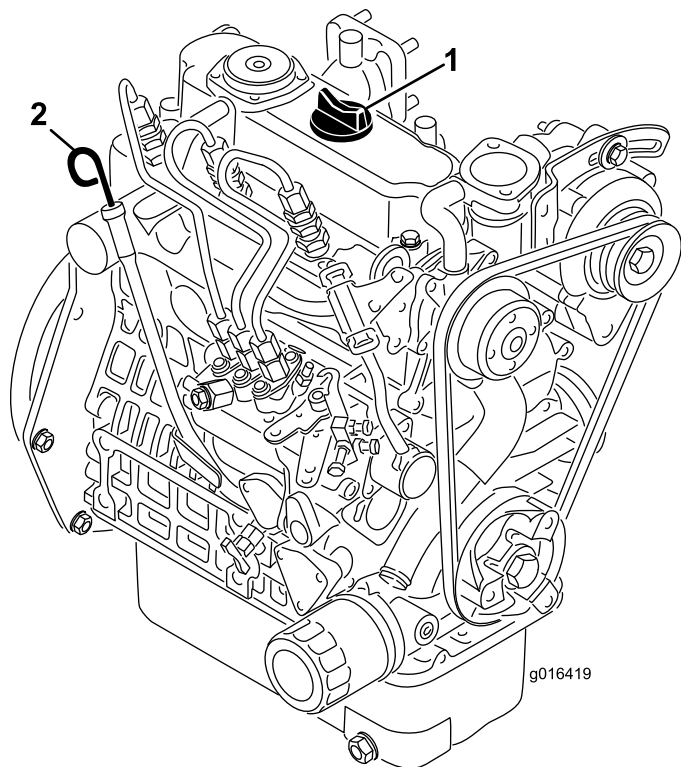

Figura 22
2. Togliete l'asta di livello ed asciugatela con un panno pulito (Figura 22). Inserite l'asta di livello nel tubo, assicurandovi che sia inserita fino in fondo. Estraiete l'asta di livello dal tubo e controllate il livello dell'olio. Se il livello dell'olio è basso, togliete il tappo di riempimento dal coperchio della valvola e versate **lentamente** una quantità di olio sufficiente ad alzarne il livello fino al segno di pieno (Full) sull'asta. Rabboccate lentamente l'olio e controllate spesso il livello durante questa operazione. **Non riempite troppo.**